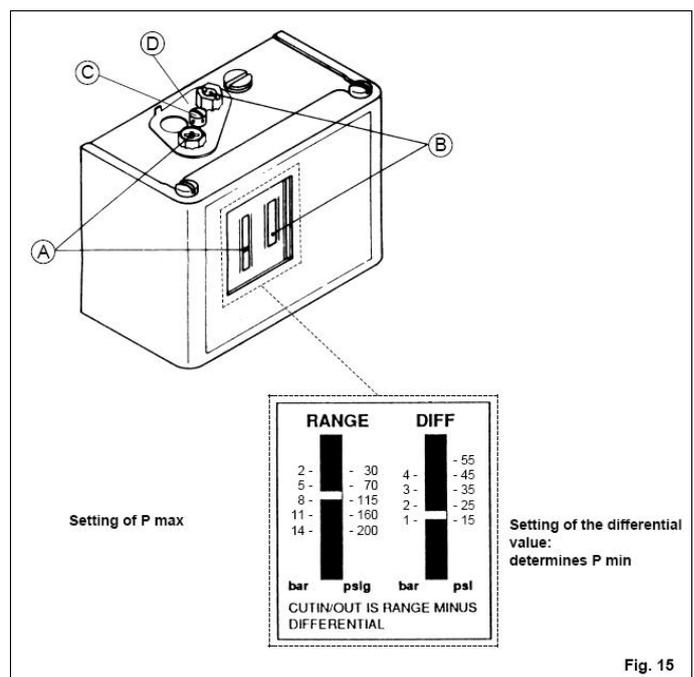

Fig. 15
压力开关（图 15）
A 定位螺钉（见图 15）。
7.1 油位检查（见图 15/B）